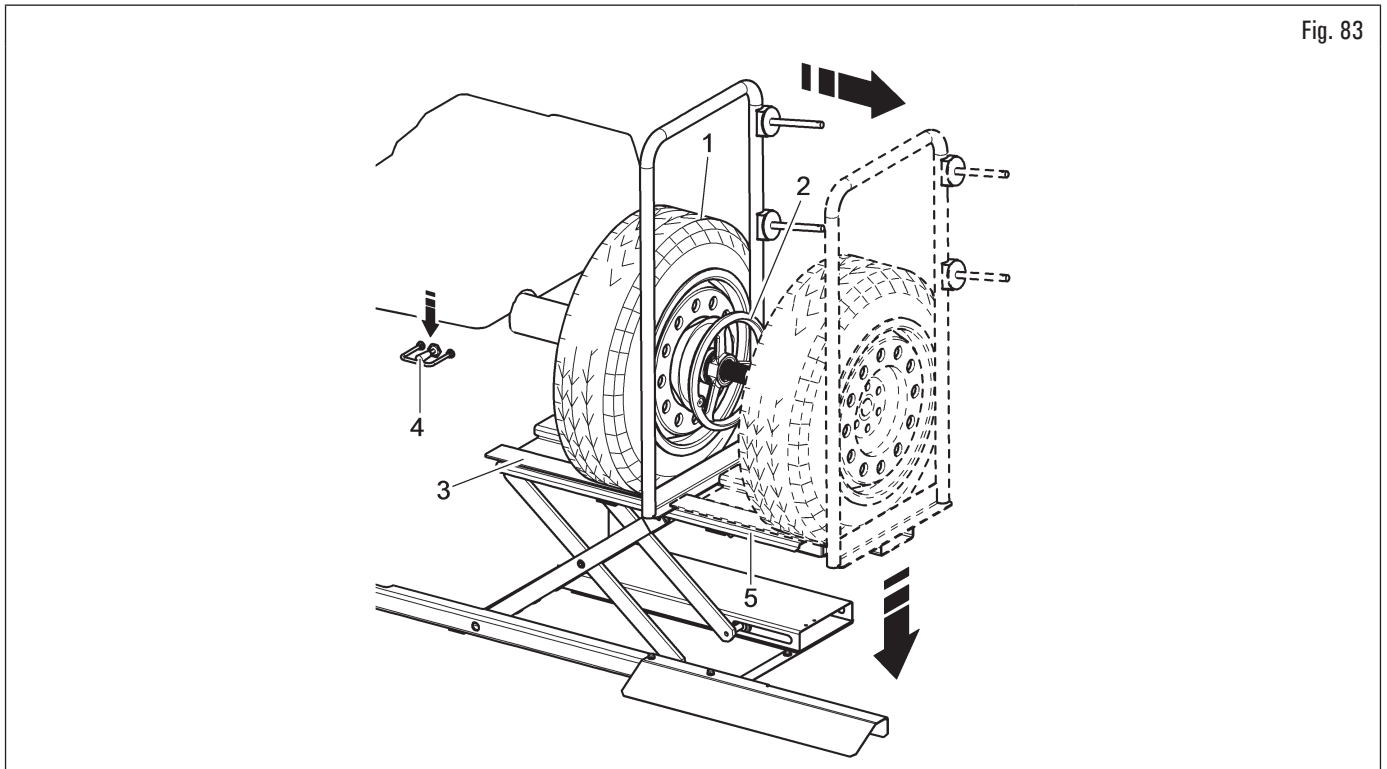

Fig. 83
3. desbloquear la rueda (Fig. 83 ref. 1) del mandril quitando los dispositivos de bloqueo (Fig. 83 ref. 2);
4. desplazar hacia derecha el soporte rueda (Fig. 83 ref. 3) junto al neumático apoyado que está sobre;
5. bajar el mando de bajada (Fig. 83 ref. 4) y bajar a tierra la plataforma (Fig. 83 ref. 5);